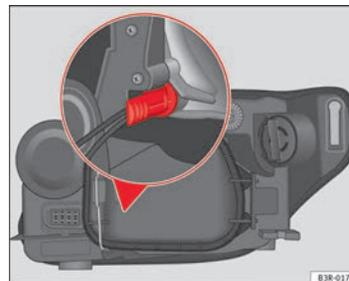

Fig. 203 Luz de posición. Empuñadura del portalámparas en posición vertical
- Introduzca la lámpara en el zócalo, de forma que la empuñadura del portalámparas quede con la pared en posición vertical ⇒ fig. 203 y presione sobre él. ▶